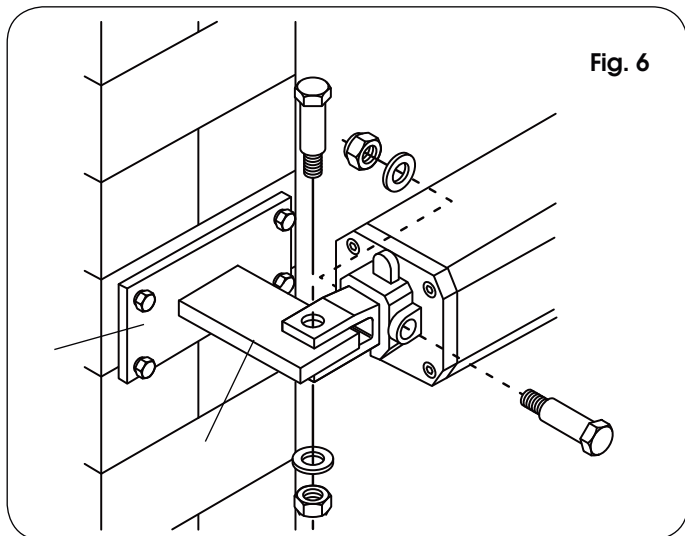

Fig. 6
- No caso de pilar de ferro, soldar com muita atenção o engate traseiro (ref. , Fig. 6) diretamente no pilar.
- B) fixar ao pilar, com parafusos e buchas, a placa de engate traseiro (ref. , Fig. 6) e em seguida soldar com muita atenção o engate traseiro na placa como na Fig. 6.
2. Fixar o operador ao engate traseiro através das buchas e parafusos fornecidos com o equipamento (Fig. 6), com o cuidado de posicionar o operador com os parafusos de **regulagem** voltados para cima e, conseqüentemente, com o parafuso de DESBLOQUEIO voltado para o terreno.